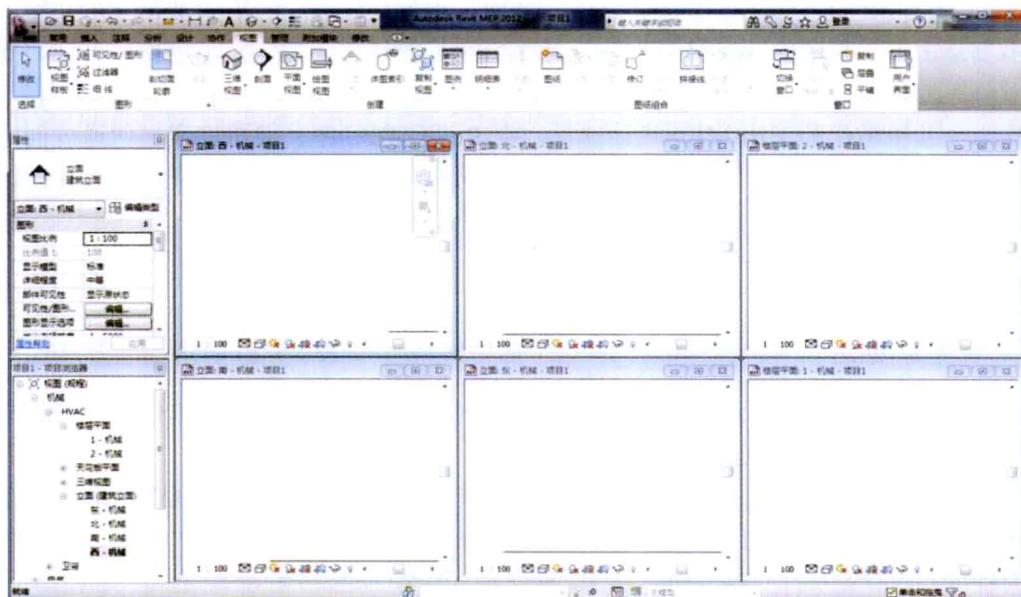

图 1-14
- 平铺：**使当前打开的所有窗口平铺在绘图区域，如图 1-14 所示。